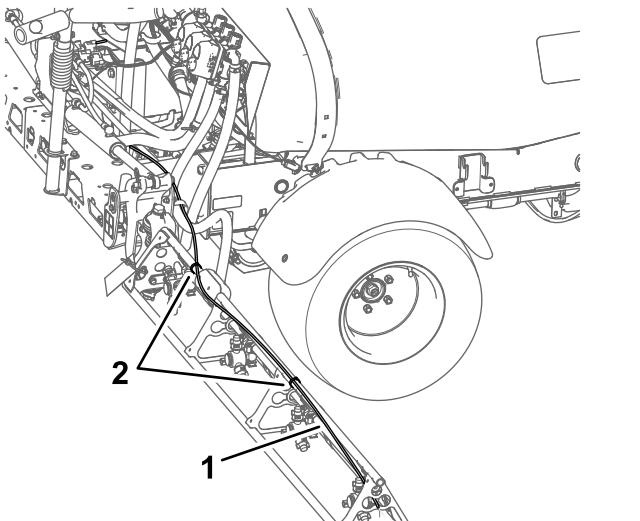

Figura 22
4. Passe o conjunto dos tubos pelo lado traseiro do poste de suporte superior da secção de pulverização externa, como se mostra na Figura 22.
6. Prenda o conjunto dos tubos à secção de pulverização exterior com braçadeiras de cabos como se mostra na Figura 22.